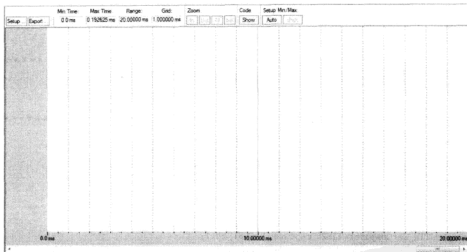

图 5.12.4 软件逻辑分析仪界面 1
① 选择 View→Analysis Windows→Logic Analyzer,打开 Logic Analyzer,见图 5.12.4。